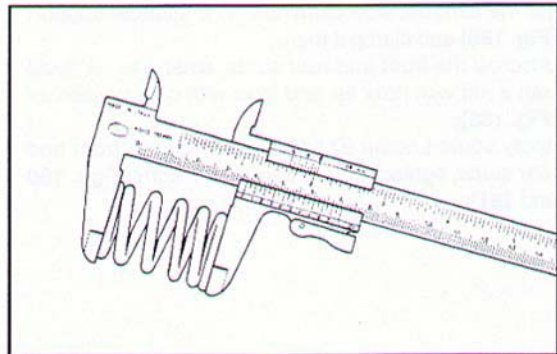

Fig. 194 ▲
- controllare la lunghezza ed il carico delle molle valvola (**Fig. 194**);
- check length and load of the valve springs (**Fig. 194**);